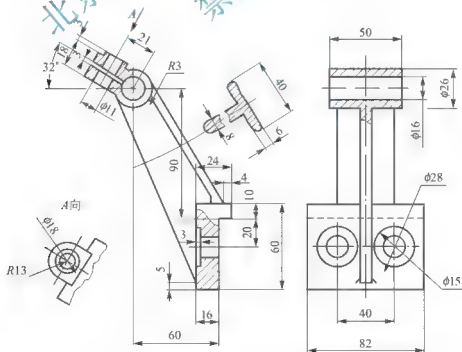

图 5.119 练习题(2)图
- (2) 按图 5.119 所示的工程图绘制零件的三维实体模型。